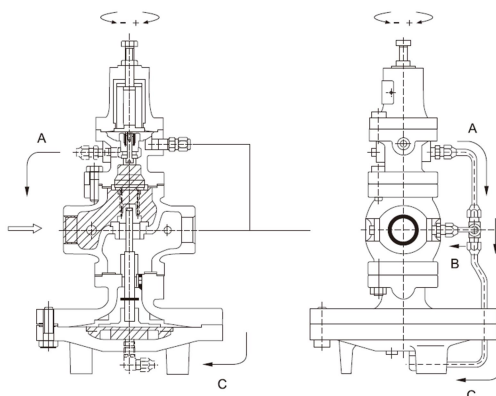

Рис. 2
1.2. Поворачивая регулировочный винт [27] по часовой стрелке, сжимайте пружину, которая сгибает пилотную мембрану [23], чтобы открыть пилотный клапан. Среда, проходящая через пилотный клапан [17] и седло пилотного клапана [18], поступает в основную мембранную камеру через трубки А [34] и С [36]. Эта среда также поступает в редуцирующую камеру корпуса [1] через трубку В [35] и отверстие соединения В [31], которое соединяется с корпусом (рис. 2).